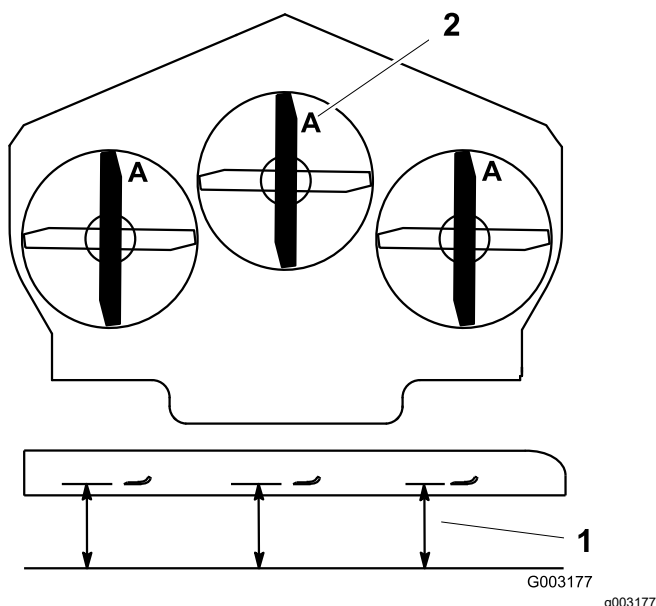

Рисунок 108
4. Измерьте расстояние от горизонтальной поверхности до режущей кромки ножей в положении **A**, (Рисунок 108).